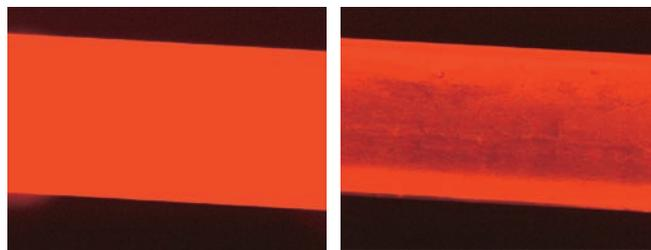

図2. Glass/Si マイクロチャンネル(幅 300 μm) 内部における表面処理剤の効果の蛍光顕微鏡写真
- 密閉した流路内への対応ができること(図2)
- 高濃度なタンパク試料を作れること(図2)